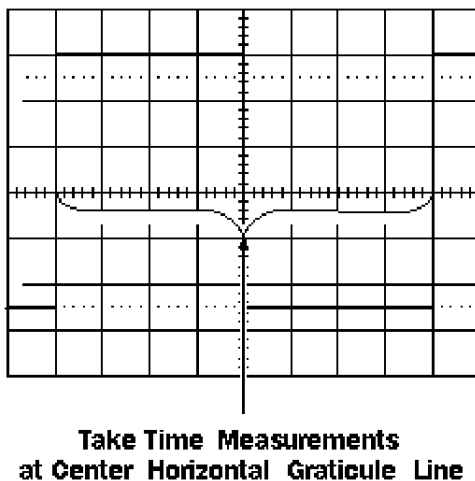

Figura 12: Medição de tempo no eixo horizontal ([Tektronics, 1997a]).
Tal como o caso da medição de tensão, a medição de tempo é mais exata se ajustarmos a velocidade de varredura de maneira a que a parte do sinal a medir cubra a maior área possível da tela. Adicionalmente, a utilização do eixo horizontal (contendo divisões pequenas) permite aumentar a exatidão das medições de tempo (ver Figura 12).
Para medirmos um determinado intervalo de tempo, devemos contar o número de divisões dessa parte do sinal na escala horizontal do osciloscópio. Tomando como exemplo a forma de onda visualizada na Figura 12, suponhamos que a velocidade de varredura é de 1 ms/Div. O valor do período (T) da onda quadrada é: